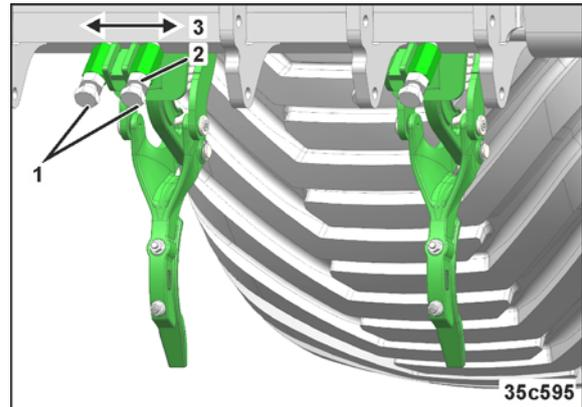

Fig. 206
1. Schrauben lösen (Fig. 206/1)
2. Spurlockerer horizontal verschieben (Fig. 206/3) und in die gewünschte Position bringen.
3. Schrauben nach der Einstellung des Spurlockerers anziehen (Fig. 206/1) und kontern (Fig. 206/2)